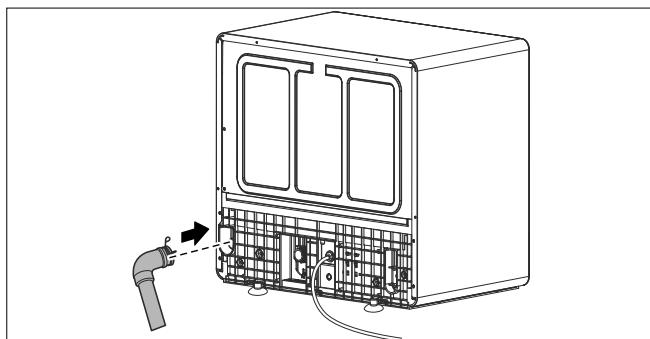

Fig. 13 – Raccordement de l'évacuation d'eau
Raccordez le tuyau d'évacuation d'eau au raccord d'évacuation d'eau (10) situé au dos de l'appareil et fixez-le avec la pince (voir Fig. 13).